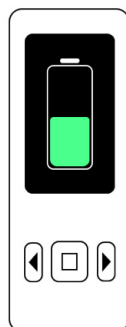

Fig. 7 : O motor de endodontia **X-Smart® Go** está a carregar
- Durante o carregamento, o ícone da bateria aparece no ecrã do motor (consulte [► Fig. 7]). Quando o carregamento estiver concluído, o ecrã do motor e o LED azul da powerbank desligam-se.